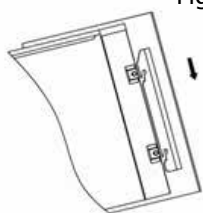

Fig. 6
- Plaats het glas over de voorkant van het vuur, met de sleuven in de beugels aan elke kant van het glazen paneel uitgelijnd met de lipjes aan de zijkanten van het vuur - zie afb.6.